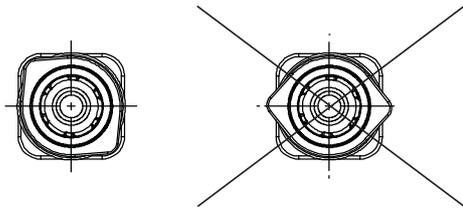

Abb. 17 Montieren des Gegenrings (nur SiC/SiC)
4. Den Gegenring zurück an seine vorgesehene Position drücken. Siehe Abb. 17.